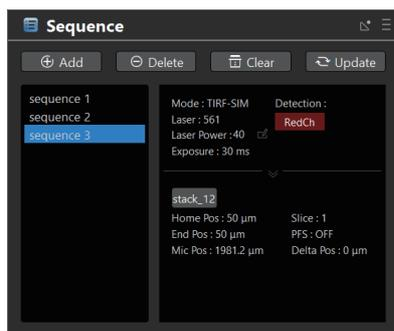

图3.4-2
- 4 可继续修改【Imaging Mode】、【Laser】、【Camera】或【Z Stack】为其它参数, 点击Add, 可将修改后的参数组合并保存为sequence 2。以此类推, 可添加sequence 3、sequence 4... (如图3.4-2所示)。